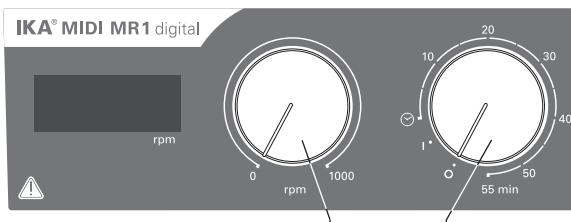

Fig. 3
- ⇒ Du slår på apparatet ved å dreie bryteren „**på/av**“ og „**tidsur**“ (B, se **Fig. 3**) med klokken til posisjonen „**1**“.
- ⇒ Du slår av apparatet ved å dreie bryteren „**på/av**“ og „**tidsur**“ (B) i posisjon „**0**“.
- ⇒ Du slår på apparatet ved å dreie bryteren „**på/av**“ og „**tidsur**“ (B, se **Fig. 3**) med klokken til posisjonen „**O**“.
- ⇒ Still inn motorturtallet med dreiebryteren „**turtall (rpm)**“ (C, se **Fig. 3**). Motorturtallet kan justeres fra 0 til 1000 opm for **MIDI MR 1 digital** og fra 0 til 600 opm for **MAXI MR1 digital**.